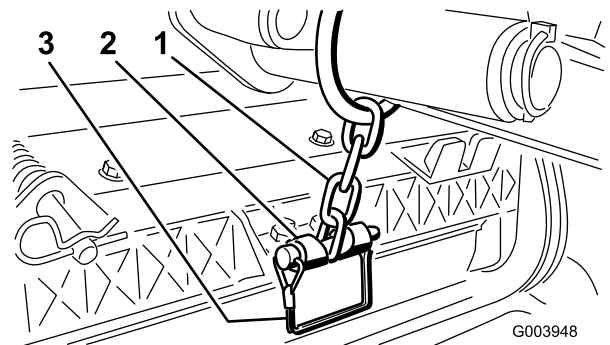

Figure 12
12. Fixez la chaîne du bras de relevage au support de la chaîne avec la goupille à fermoir (Figure 12). Utilisez le nombre de maillons mentionné dans le *Manuel de l'utilisateur* du plateau de coupe.